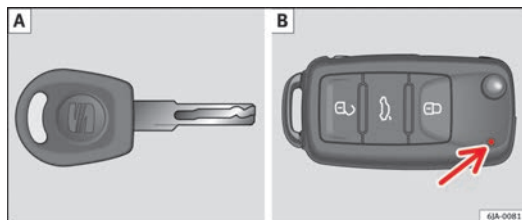
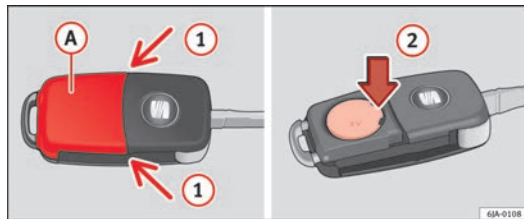

Abb. 43 Schlüssel mit Funk-Fernbedienung/Schlüssel ohne Funk-Fernbedienung
Abb. 44 Funkschlüssel: Deckel abnehmen/Batterie herausnehmen
Mit dem Fahrzeug werden immer zwei Schlüssel geliefert. Je nach Ausstattungsversion kann Ihr Fahrzeug mit Schlüsseln ohne Funk-Fernbedienung ⇒ Abb. 43 - A oder mit Funk-Fernbedienung ⇒ Abb. 43 - B ausgestattet sein.
Jeder Funkschlüssel enthält unter der Abdeckung eine Batterie (A) ⇒ Abb. 44. Wenn die Batterie entladen ist, leuchtet nach dem Drücken einer Taste auf dem Funkschlüssel die rote Kontrollleuchte ⇒ Abb. 43 - [B] nicht. Wir empfehlen Ihnen, die Batterie von einem SEAT-Händler wechseln zu lassen. Wenn Sie die Batterie selbst auswechseln möchten, ist Folgendes zu tun:
- Nehmen Sie den Deckel der Batterie mit dem Daumen oder mit einem Schlitzschraubendreher in Pfeilrichtung (1) ab ⇒ Abb. 44.
- Entnehmen Sie durch Drücken an der Stelle der Pfeile (2) die entladene Batterie.